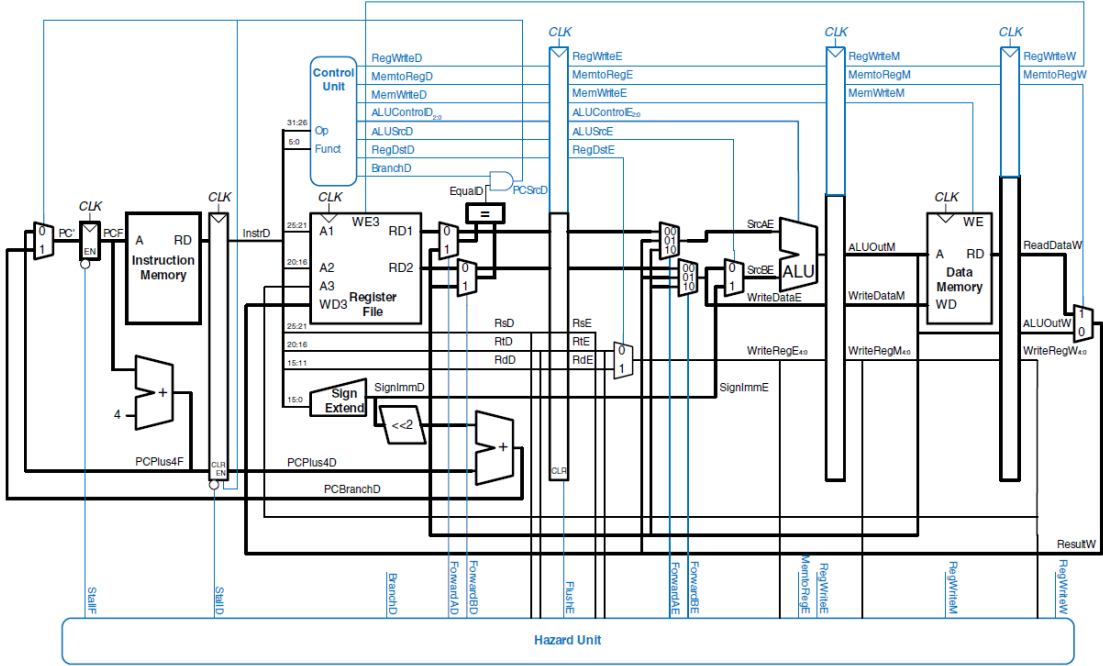

Figure 7.58 Pipelined processor with full hazard handling
3. 流水线顶层架构。你设计的流水线的顶层视图，我们建议采用《数字设计和计算机体系结构》中的图 7-58。